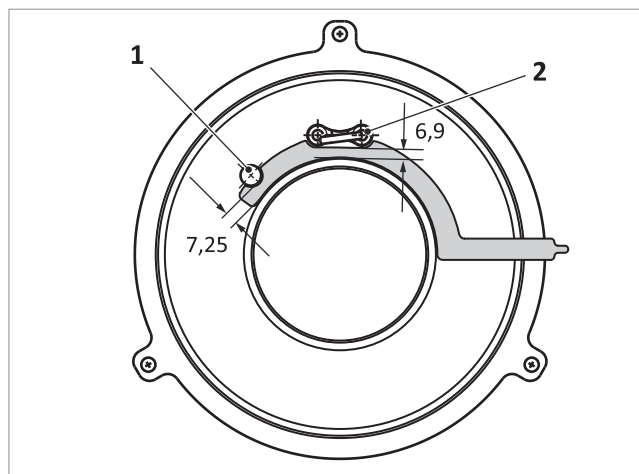

Abb. 49: Abstände Ionisations- und Zündelektrode zum Brennervlies
- Ionisationselektrode → Abb. 49 (1): 7,25 mm
- Zündelektrode → Abb. 49 (2): 6,9 mm